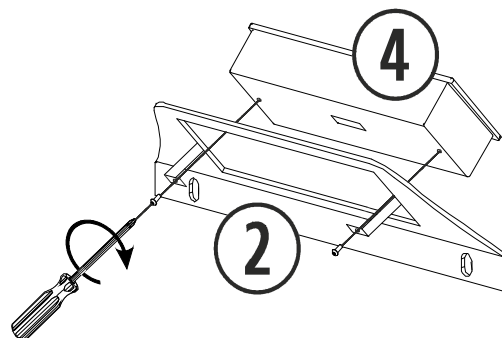
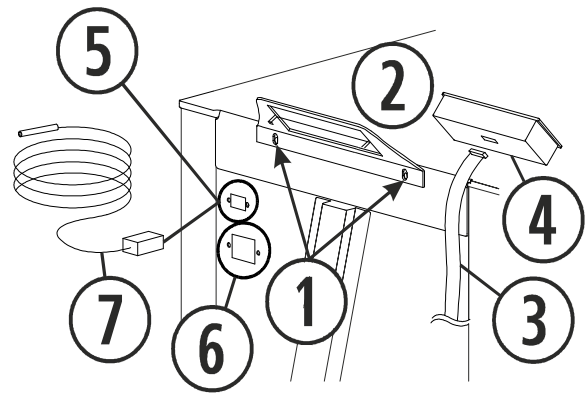
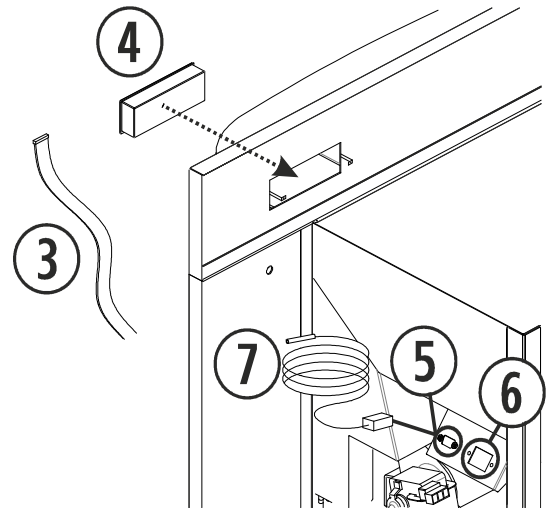

Figura 9
Figura 10
Figura 11
En el modelo Ecoaire estufa debemos ajustar los tornillos que fijan el teclado(④) al soporte (②) como se indica en la *figura 9*, conectar la cinta plana de conexión del teclado (③), que está situada en la parte trasera sujeta con una cinta adhesiva y conectarla al teclado (④) como indica la *figura 10*, sólo tiene una posición de conexionado. Ajustar los tornillos del soporte del teclado (①).
La sonda de ambiente y el cable de alimentación se conectan en la parte trasera de los modelos Ecoaire y Eco insert como se indica en la *figura 10* (*Ecoaire y Ecoaire insert*) y en el lateral derecho en los modelos *Eco2 y Kerala* como visualizamos en la *figura 11*. Sabremos que la estufa lo reconoce porque veremos reflejada la temperatura ambiente en el panel de mandos. Si conectamos un termostato o contacto en lugar de visualizar la temperatura ambiente señalará ( • ) indicándonos que hay algo conectado en el puerto de comunicaciones.